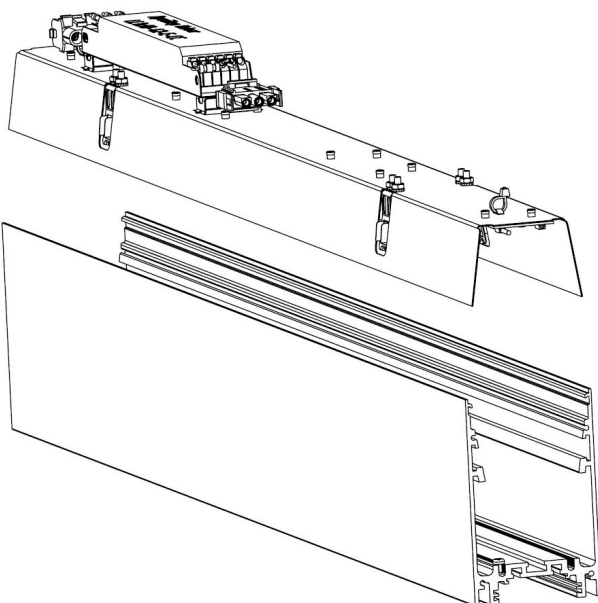

Рис.1
- Извлеките из алюминиевого корпуса светильника рассеиватель и отражатель со светодиодами (Рисунок 1);